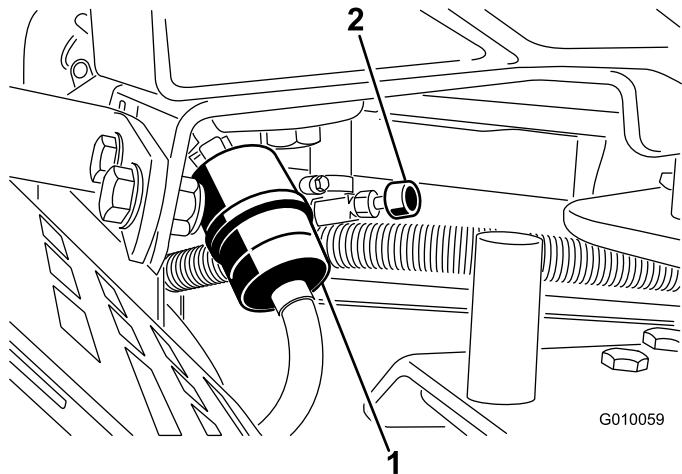

图51
2. 关闭燃油切断油阀 图51。
3. 将软管夹的两端挤压到一起将它们滑离滤清器 图51。
5. 安装新的滤清器并将软管夹移近滤清器 图51。
7. 打开燃油切断阀 图51。
3. 松开燃油滤芯上的软管夹、沿燃油管向上滑动、使之离开燃油滤芯 图51。
4. 从燃油滤清器上拉出燃油管 图51。打开燃油切断阀让燃油排入燃油罐或放油盘。
5. 将燃油管安装到燃油滤清器上。将软管夹滑近燃油滤芯、固定燃油管 图51。